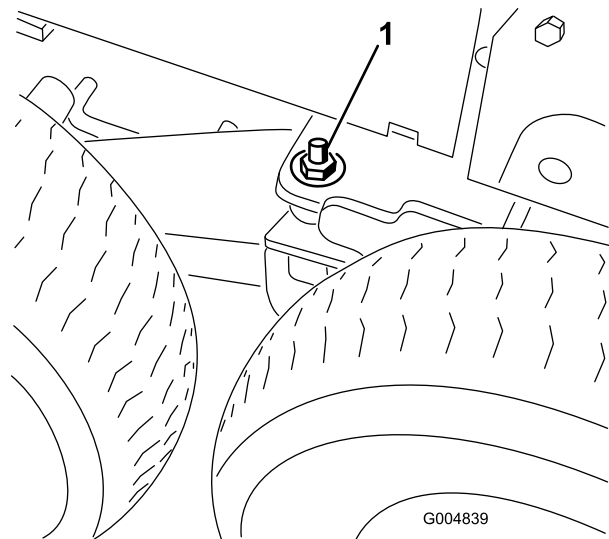

Figure 134
3. Desserrez et retirez le contre-écrou et la rondelle plate de l'assemblage soudé du pivot de bogie (Figure 134).
6. Abaissez le cric jusqu'à ce que les roues avant supportent le cadre. Placez des rondelles plates (1/2 po) et des contre-écrous sur le goujon de pivot de bogie (Figure 134). Serrez 102 Nm (75 pi-lb).